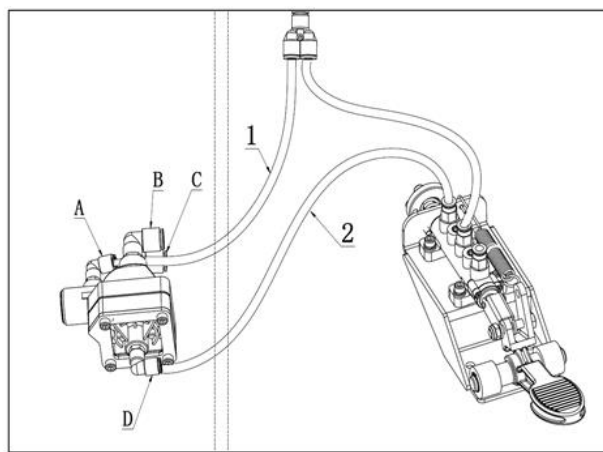

FIG5
- Изпускателният клапан (ФИГ.3-25) под резервоара за въздух трябва да свърже 4 маркуча. Два 12 mm маркуча от тях поставят съединителите FIG5-B и FIG5-C произволно. Другите два 8 mm маркуча поставят конекторите FIG5-A и FIG5-D.